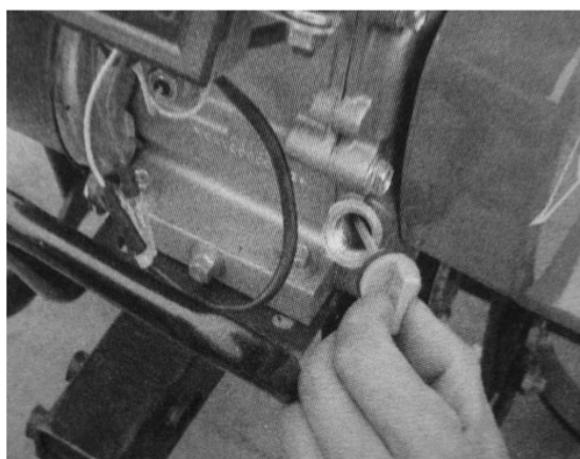

Figure 3
- Svitare l'asta di controllo del livello dell'olio e pulirla strofinandola (vedere fig. 3)